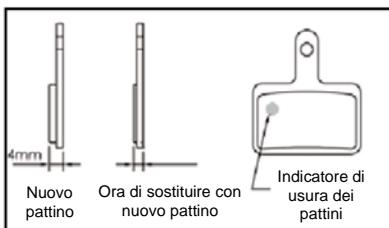

Figura H-1 Identificare pattini dei freni usurati
⚠ ATTENZIONE: I pattini devono essere sostituiti quando lo spessore totale è inferiore a 2,5 mm (materiale di frizione e piastra di metallo) oppure quando appare l'indicatore di usura dei pattini. **(Figura H-1)**
- Controllare lo spessore dei pattini dei freni – lo spessore totale è superiore a valori raccomandati (**Figura H-1**).